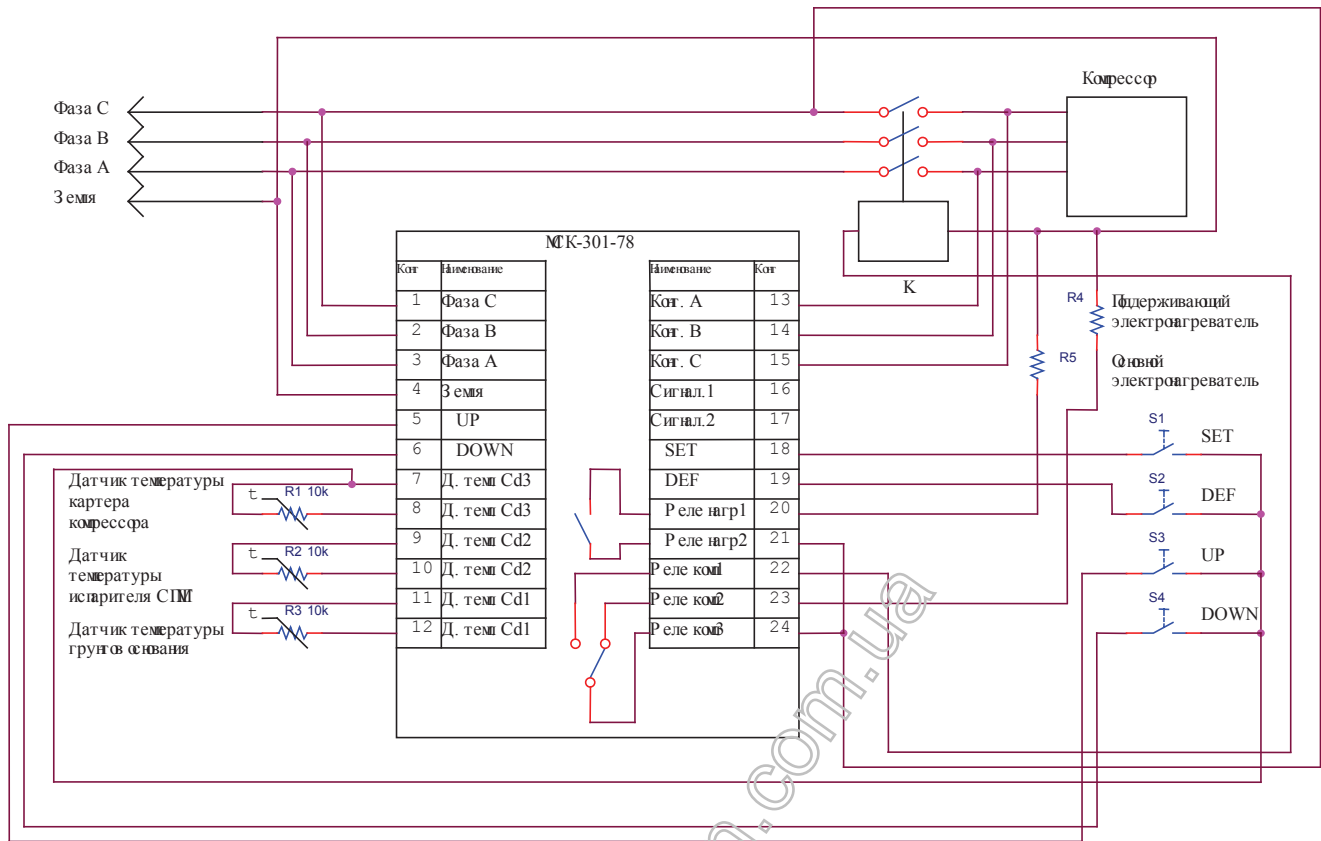

Рисунок 2
3.3. Схема подключения МСК к трехфазной сети. Рисунок 2.